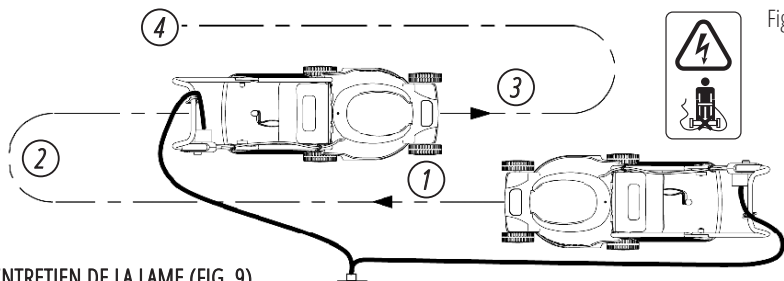

Fig. 8
TONTE (FIG. 8)
- Procédez comme indiqué à la Fig. 8.